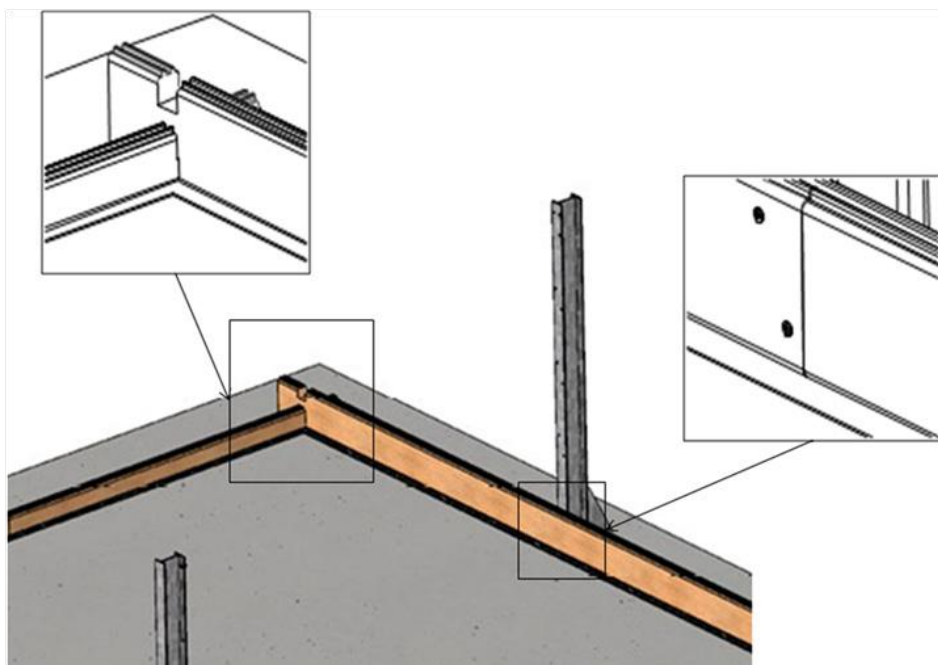

Figure 10 – Onderlinge verbinding van de planken
- onderling zoals afgebeeld in *Figure 10*, met 2 schroeven per paar lamellen, en aan weerszijde, elk 10 lamellen hoog, in totaal 80 rvs verzonken schroeven 5 x 40 A4 Torx schroefdraad 25 mm (pakket C);